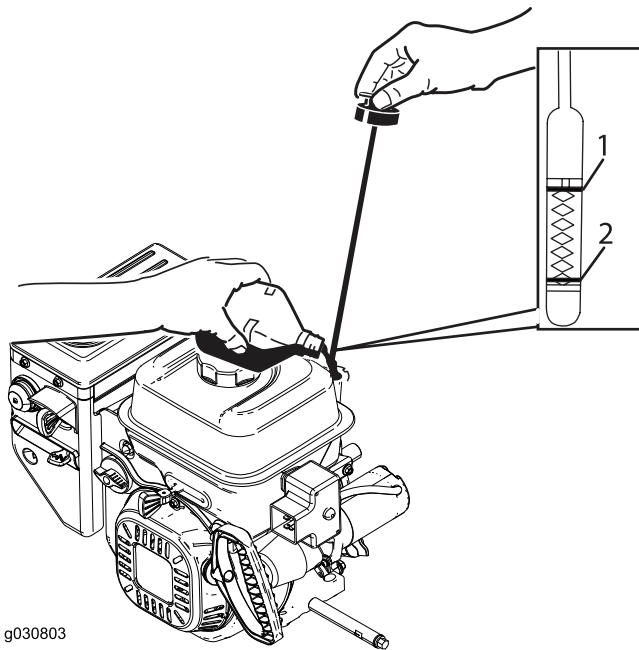

Figure 35
2. Sortez de nouveau la jauge et contrôlez le niveau d'huile (Figure 35). Faites l'appoint si le niveau est en dessous du repère « Add » sur la jauge. Voir 5 Contrôle du niveau d'huile moteur (page 9).